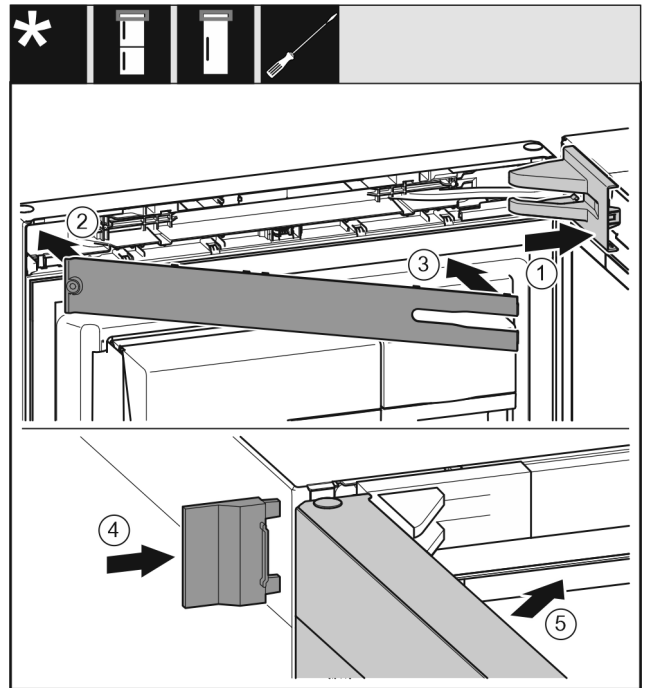

Fig. 71
- ▶ Установите и зафиксируйте крышку опорного кронштейна Fig. 71 (1), при необходимости осторожно разомкните ее.
- ▶ Установите накладку Fig. 71 (2).
- ▶ Подведите и защелкните накладку Fig. 71 (3).
- ▶ Надвиньте внешнюю крышку Fig. 71 (4).
- ▶ Закройте верхнюю дверь Fig. 71 (5).